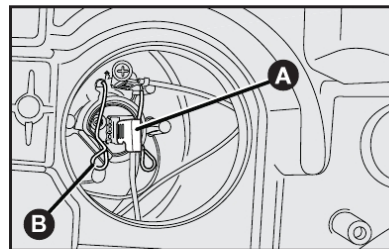

fig. 28
- 2) Soltar o conector **A-fig. 28** de alimentação da lâmpada;
3) Retirar o porta-lâmpada pressionando lateralmente para fora a presilha **B-fig. 28**;
- 5) Recolocar a presilha e o conector de alimentação **A-fig. 28**;